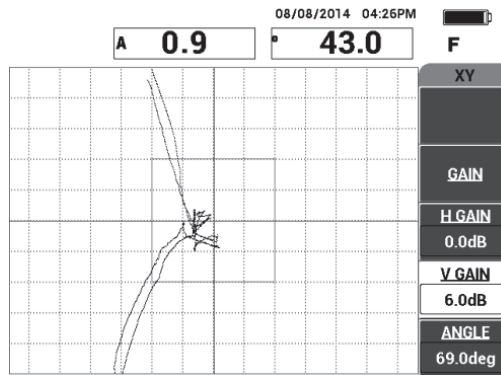

Figura 6-9 Ajustar o GANHO H e o GANHO V
5. Se necessário, ajuste o **V GAIN [GANHO V]** (tecla C) e o **H GAIN [GANHO H]** (tecla D) para obter uma clara distinção entre os descolamentos próximos à lateral e os distantes (veja Figura 6-9 na página 137).